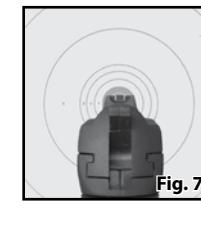

Fig. 7
3. La pistola de aire está apuntada correctamente cuando la hoja de la mira delantera está posicionada en la muesca de la mira trasera (Fig. 7).